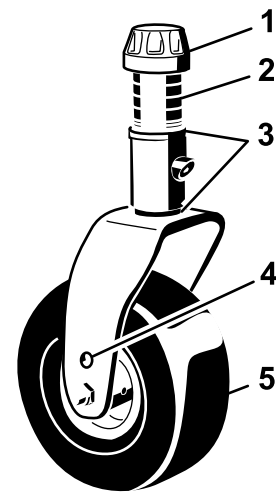

Figura 17
4. Togliete il cappuccio di tensione dall'asse del perno ed estraete il perno dal braccio della ruota orientabile (Figura 17).